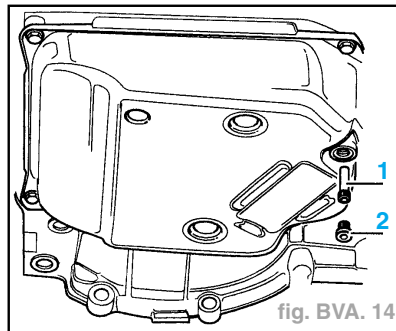

fig. BVA. 14
- Déposer la vis (**2**) d'obturation du carter d'huile pour contrôler l'ATF. (fig. BVA. 14)